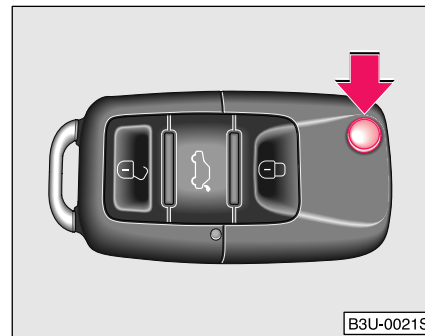

Fig. 19 Cheia rabatabilă
- Apăsați butonul pentru deblocare ⇒ Fig. 19 pentru a rabata/închide cheia.